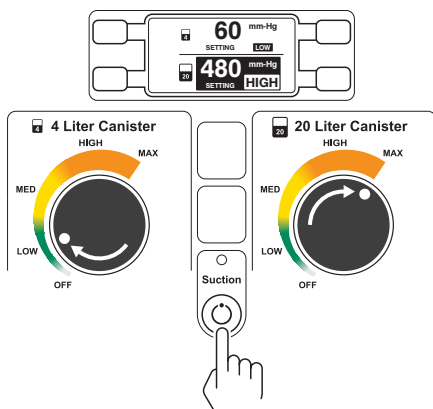

图 3 - 实施抽吸
- 按压SUCTION (抽吸) 开/关按钮，并旋转各液体收集筒抽吸限定设置转盘至最大抽吸水平 (MAX)。确认取得了控制面板显示上的最大抽吸水平值(图 3)。